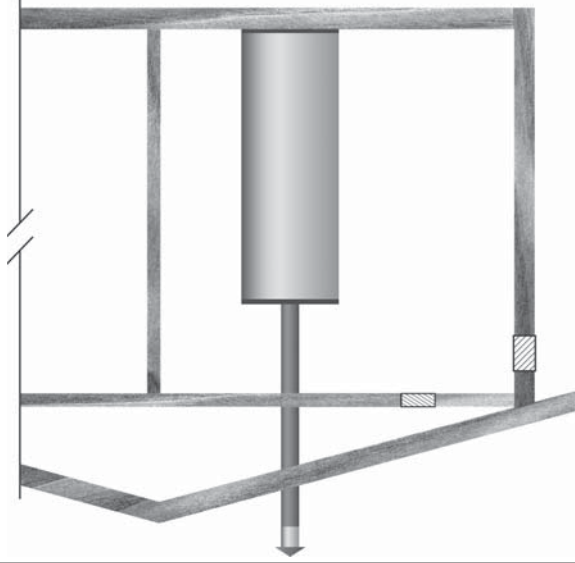

Figure : 6
- librement avec l'extérieur et devront avoir une zone libre minimum ou horizontal vers l'extérieur ou des espaces qui communiquent avec l'extérieur ou devra communiquer par un conduit vertical l'avant de l'appareil. L'ouverture devra communiquer directement 25 mm (1 po) depuis les côtés et l'arrière, et de 150 mm (6 po) de Figure 6. Le chauffe-eau doit avoir des dégagements d'au moins à 300 mm (12 po) du haut de l'enceinte, sera fournie. Voir Substitivement, une ouverture unique permanente, commençant